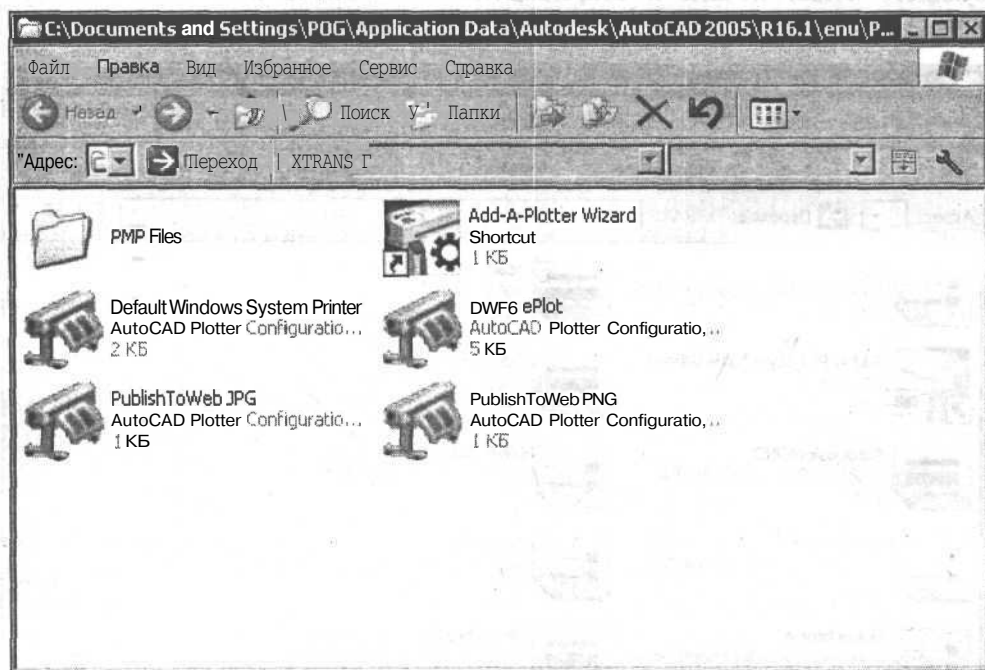

Рис. 19.1. Диалоговое окно диспетчера плоттеров
1. Откройте выпадающее меню **File** (Файл) и выберите из него **Plotter Manager** (Диспетчер плоттеров). Появится папка, в которой будут видны пиктограммы установленных плоттеров и пиктограмма диспетчера плоттеров (рис. 19.1).